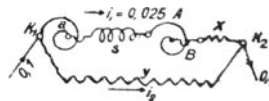

Fig. 21.
- der Widerstand  $x$  (Fig. 21) zwischen B und  $K_2$ , der noch zugeschaltet werden muß, um bei  $0,1 [0,1] (0,1) \text{ V}$  Spannungs-
- b) der parallel zu schaltende Widerstand, damit der Kombinationswiderstand zwischen  $K_1$  und  $K_2$  1 [1] (1)  $\Omega$  ist,